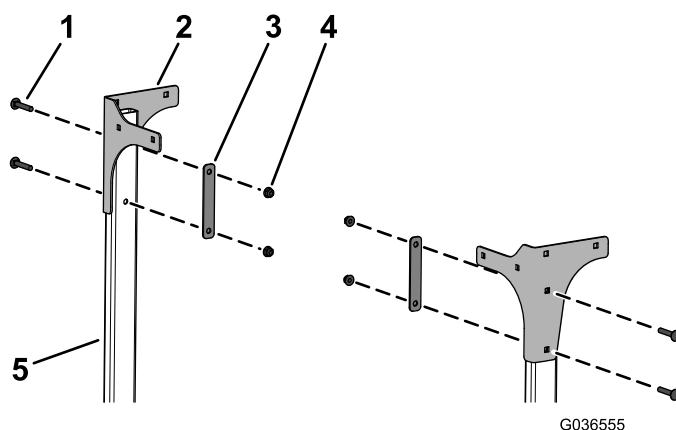

图8
7. 如图8所示，用 4 个托架螺栓（5/16 x 1-3/4 英寸）、2 个支撑板和 4 个凸缘螺母（5/16 英寸）将左、右后安装板松松地安装到支撑管上。